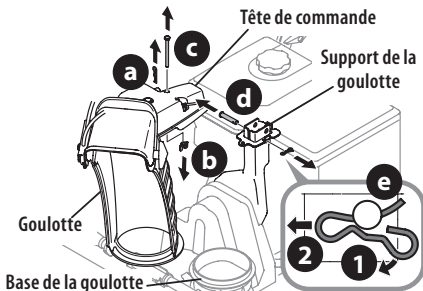

Figure 13
1. Retirez l'écrou papillon (a) et le boulon (ou l'écrou autobloquant, si fourni) (b) qui se trouvent sur la tête de commande de la goulotte, puis retirez l'axe de chape (c) et la goupille fendue (d) du support de la goulotte. Puis, enlevez l'axe de chape (d) et la goupille fendue (e) du support de la goulotte. Voir (Figure 13).